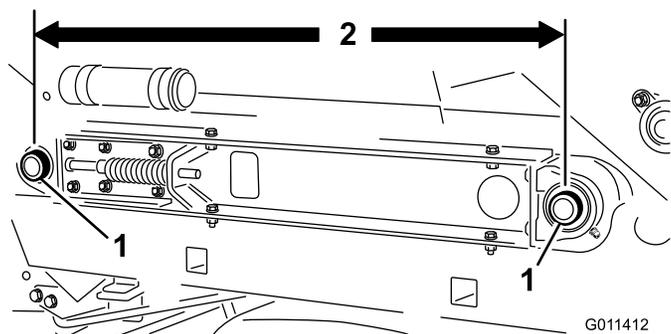

図 27
3. コンベアベルトのローラシャフト (図 27) どちらの中心線間の距離が機体の左右で同じ (約89.5 cm) になっていることを確認する。